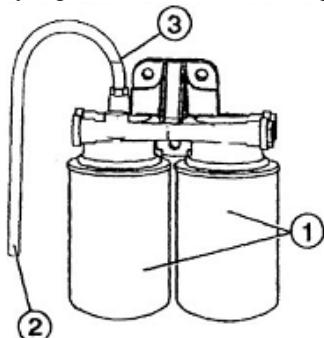

Рис. 11. Прокачка топливной системы:
1. Отвернуть сменные фильтры 1 (рис. 11).
3. Прокачать топливную систему ручным топливозакачивающим насосом фильтра грубой очистки топлива. Для прокачки топливной системы необходимо присоединить трубку 2 (рис. 11), отвернуть дренажный винт 3 и качать ручным топливозакачивающим насосом фильтра грубой очистки топлива до тех пор, пока топливо не начнет вытекать из трубы без пузырьков, после этого завернуть дренажный винт 3.